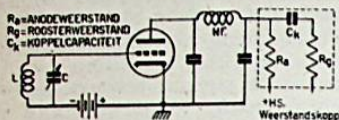

Fig. 2 - buisinstelling voor plaatdetectie
*) Zie voor dit fluitgevoelige gebied bv. ook fig. 2, voorkomend in het artikel „De rol van het M.F. Antennefilter” op pag. 293, RB Sept. '49).
Door een triodebuis een vrij hoge negatieve roosterspanning te geven, kan de plaatstroom zéér gering worden. Plaatsen we dan in de roosterkring van zo'n „afgeknepen” buis een afstemkring (fig. 2), dan zal er, zolang de negatieve fase op het rooster staat, niets gebeuren; komt echter de positieve fase aan het rooster, dan wordt dit minder negatief en zal de plaatstroom weer toenemen. Er treedt dus gelijkrichting op. Wordt de draaggolf gemoduleerd, dan zal de plaatstroom in het rythme van de draaggolfveranderingen reageren en